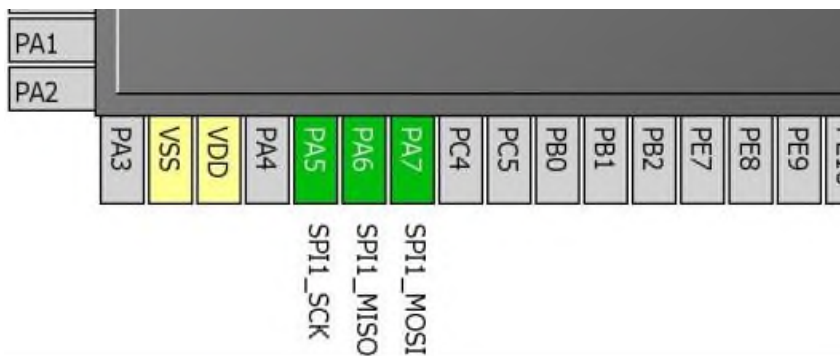

Рисунок 8.1 - Позначення виходів SPI1 в STM32CubeMX
Приклад найбільш простого підключення по шині SPI показаний на рис. 8.1 та 8.2, де однойменні висновки з'єднуються між собою. Присутні два канали передачі даних (MOSI і MISO) один канал для подачі тактових імпульсів (SCLK), а також лінія включення підлеглого пристрою (SS).